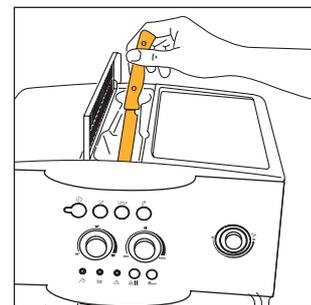

Fig.20
**NOTA 5:** si al colocar más de una medida de café molido el embudo se atasca, utilice un cuchillo para hacer bajar el café (fig. 20), después quite y limpie el infusor y la máquina como se explica en el párrafo 10.2 "Limpieza del infusor".